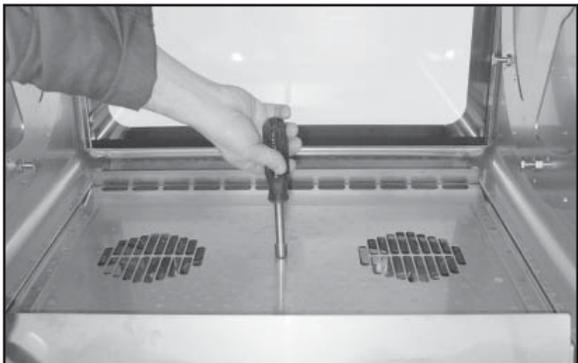

Figure 45
9. Remplacez l'écrou borgne de 7/16 po au milieu du couvercle supérieur (figure 45).